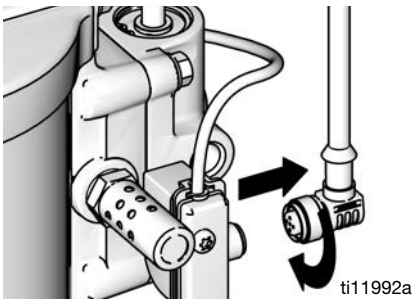

FIG. 9. Débranchement du DataTrak
1. Dévisser le câble de l'arrière de l'ensemble de commutateur à lame. Voir la FIG. 9.